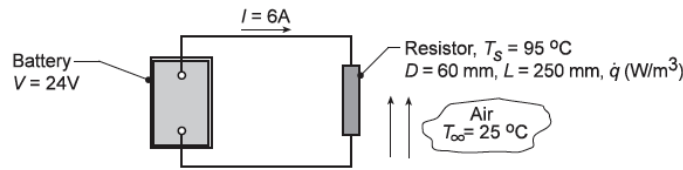

Figura 5: Esquema do circuito elétrico. Fonte: [1]
**Exercício 4.** Um resistor elétrico está conectado a uma bateria conforme mostrado na figura 5. Após um curto período em condições transientes, o resistor atinge uma temperatura de equilíbrio de  $95^\circ\text{C}$ , aproximadamente uniforme. A bateria e os fios condutores, permanecem à temperatura ambiente de  $25^\circ\text{C}$ . Despreze a resistência elétrica dos fios condutores.